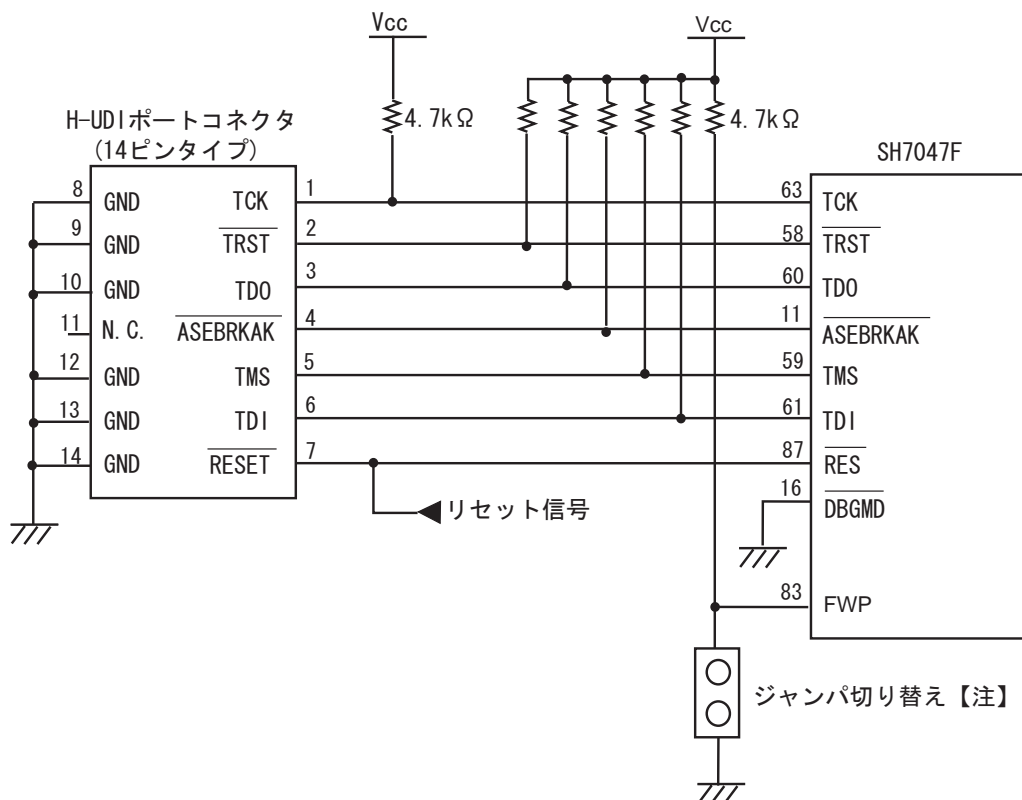

図 1.7 E10A 使用時の H-UDI ポートコネクタ - チップ間の推奨接続例(14 ピンタイプ)
E10A エミュレータ使用時の H-UDI ポートコネクタ(14 ピンタイプ)とチップ間の推奨接続例を図 1.7 に示します。
8. 図 1.7 に記載されている抵抗値は、推奨値です。